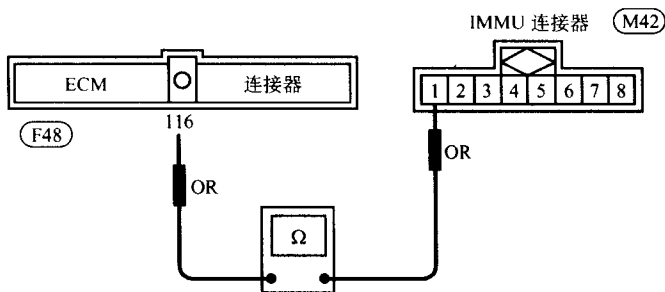

图 3-8 检查通信电路
①接通点火开关。
②用 CONSULT-II 诊断仪或万能表测量 IMMU 端子 7 与搭铁之间的电压,应为蓄电池电压。否则,检查 15A 熔丝 (No.21, 位于熔丝盒) 和熔丝与 IMMU 连接器之间的线束是否断路或短路。
①关闭点火开关。
②检查 IMMU 端子 4 与搭铁之间的线束导通性,应导通。否则,修理线束。
①断开 ECU 连接器。
②如图 3-8 所示,检查 ECU 端子 116 与 IMMU 端子之间线束的导通性,应导通。否则,修理线束或连接器。